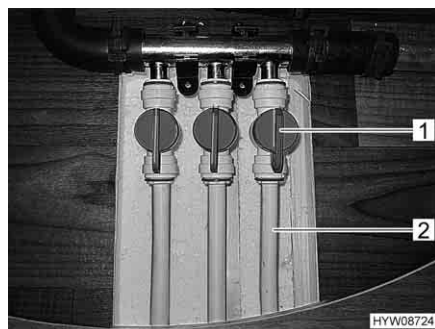

Fig. 132 Valvole di mandata (riscaldamento a pavimento)
- Regolare la maniglia (Fig. 132,1) sulla valvola di mandata della linea desiderata (Fig. 132,2) in posizione parallela rispetto alla tubatura del riscaldamento. Questa linea del riscaldamento a pavimento lavora così alla massima potenza.
- Regolare la maniglia (Fig. 132,1) sulla valvola di mandata della linea desiderata (Fig. 132,2) in una posizione qualsiasi. In questo modo la potenza del riscaldamento di questa linea può essere regolata in modo continuo.
- Regolare la maniglia (Fig. 132,1) sulla valvola di mandata della linea desiderata (Fig. 132,2) in posizione trasversale rispetto alla tubatura del riscaldamento. Questa linea del riscaldamento a pavimento ora è disinserita.